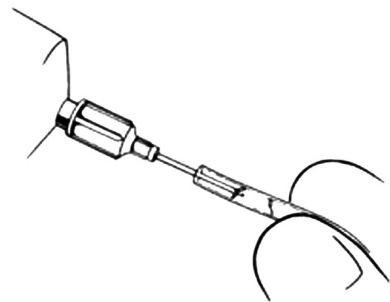

Abbildung 4-32. Schläuche und Konnektor spülen
3. Konnektor und Schlauch mit einer 22-G-Nadel und einer mit Fülllösung gefüllten 10-ml-Spritze spülen (**Abbildung 4-32**), um Feinstaub und Luft zu entfernen.